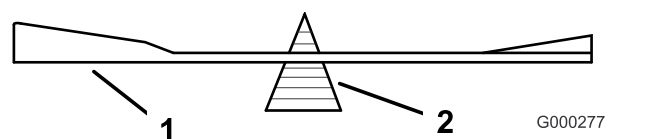

Figure 28
2. Vérifiez l'équilibre de la lame en la plaçant sur un équilibreur (Figure 28).